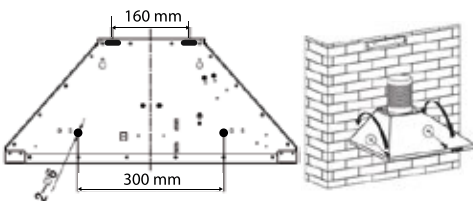

Figure 5
- Alignez les trous de crochet de la hotte avec le crochet sur le mur et accrochez l'appareil sur le crochet. Fixez ensuite l'appareil à travers les trous de sécurité avec 2 vis de sécurité (4 mm x 30 mm). Remarque: Les deux trous de sécurité sont positionnés sur le boîtier arrière, avec un diamètre de 6 mm. Voir figure 5.